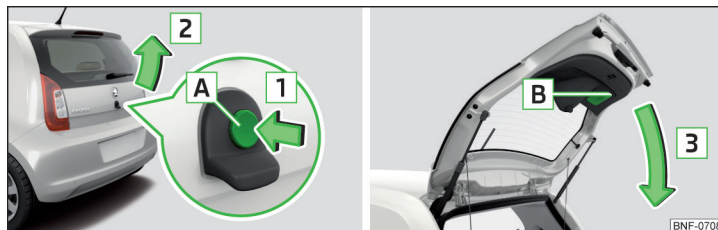

Fig. 33 Åbning/lukning af bagklap
► Tryk på knappen i pilens retning » Fig. 33.